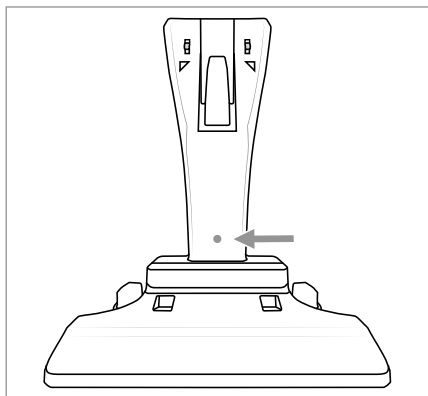

Fig. 1
- 1) Utilisez l'ouverture dans le support d'appareil **22** pour marquer le trou à percer sur le mur (fig. 1).
- 4) Placez la vis **26** dans l'ouverture dans le support d'appareil **22** (fig. 1) et vissez-la dans la cheville **27** avec un tournevis cruciforme.